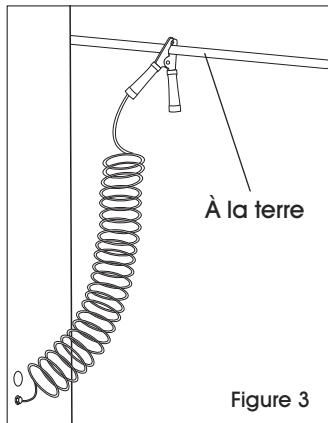

Figure 3
- Fixez l'autre extrémité du câble à une barre omnibus ou une tige de mise à la terre. Reliez l'armoire à la terre. (Voir Figure 3) Référez-vous à NFPA 77 pour plus d'informations.